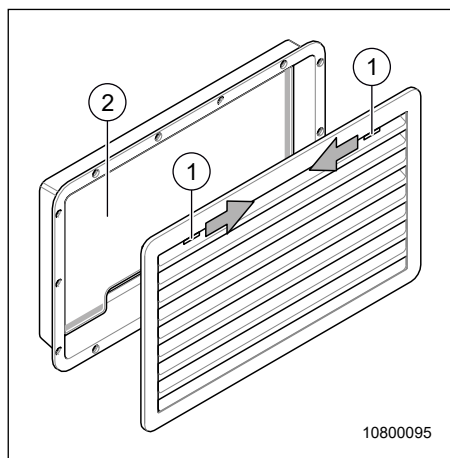

Fig. 94 Grille de ventilation du réfrigérateur
1. Glisser les verrouillages (Fig. 94, pos. 1) sur les côtés.
3. Placer le recouvrement d'hiver (Fig. 94, pos. 2) dans le cadre.